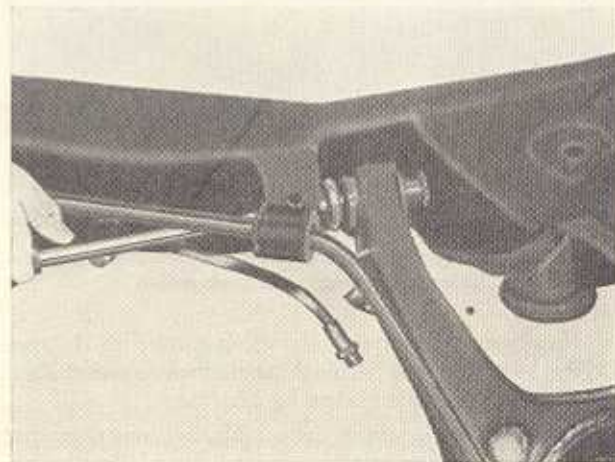

Bild F 81. Einführen des Bolzens an der Hinterachslagerung
1. Gummifedern in den hinteren Federträger einsetzen. Die nach Abschnitt 5.4.3. montierte Halbachse auf den hinteren Federträger aufstecken und den geölte Bolzen von der Wagenmitte nach außen durch den Stabilisatorhalter in die Lagerstelle einführen. (Lagerrohr am Rahmen innen geölt oder gefettet). Vorher noch die Scheibe vor die Bundbuchse halten; Bolzen vorsichtig einschieben (nicht schlagen). Auf das herausragende Ende die Scheibe aufstecken und die Kronenmutter $M 12 \times 1,5$ aufschrauben (Bild F 81).